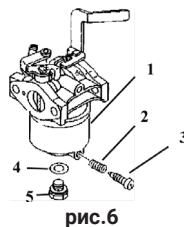

рис.6
2. Слейте или полностью выработайте имеющееся в баке топливо (слив производится снятием колпачка крана подачи топлива (рис.6 поз.2)).
3. Слейте топливо из поплавковой камеры карбюратора, выкрутив пробку (рис.6 поз.3). После слива установите пробку на место и затяните.
пробка слива, топливо слить, вывинтив болт (рис.6 поз.5) крепления поплавковой камеры. 5. Отсоединив высоковольтный провод, вывинтите свечу зажигания. Залейте в камеру сгорания 2 мл смазочного масла и проверните стартер. Установите свечу зажигания на место и присоедините высоковольтный провод. 6. Залейте 50-100 мл смазочного масла в топливный бак и равномерно распределите его внутри, наклоняя бензогенератор. 7. Рекомендуется нанести на корпусные и несущие детали консервационную смазку. 8. При расконсервации бензогенератора, проведите ТО, предусмотренное пунктами данного руководства и промойте бензобак чистым бензином АИ-92.